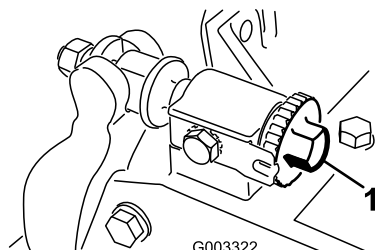
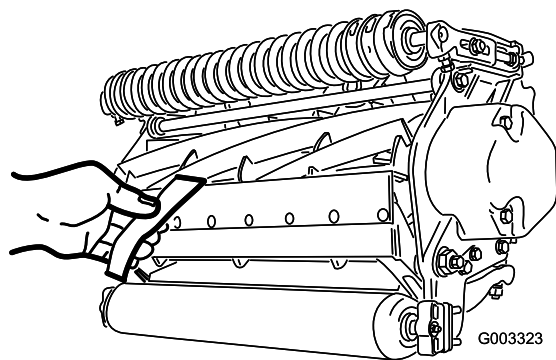

図 16
図 17
1. ユニットを水平で平らな作業台の上に置く。ベッド・バー調整ネジ（図 16）を左に回して、リールと下刃の接触を完全になくす。
重要 ユニット左右についているベッドバー調整ネジのナットが床に当たっていないことを確認する（図 16）。
3. リール前面の左右いずれかの端を選び、リールと下刃の間に新聞紙片を差し入れる（図 17）。リールをゆっくり前回転させながら下刃調整ネジ（図 16）を締め（新聞紙を入れた側の調整ネジを、1 目盛りずつゆっくりと）、新聞紙を前から（ベッドナイフの上面に平行に）入れると軽く挟まれる程度に調整する。新聞紙を引き抜くのに軽い力が必要な程度でよい。
5. 両側の調整ができれば最終確認を行う：紙片をリールの前から差し込んだ時にははさむだけ、下から差し込むと切れるのが正しい調整である（図 17）。リールと下刃のごくわずかの接触で紙が切れなければいけない。接触を強くしないと切れない（リールが新聞紙を強く挟み込まないと切れない）場合には、鋭利な刃先を取り戻して精密なカットができるようにバックラップか研磨を行うことが必要である（Toro リール・モアとロータリー・モアのための研磨マニュアル Form No. 80-300PT を参照）。